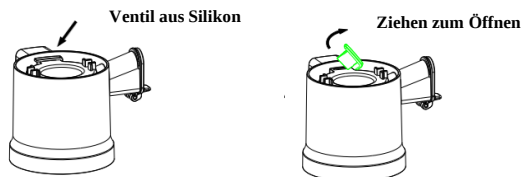

Abb. 11
3. Sollten sich Rückstände in der Öffnung des Ausgusses befinden, ziehen Sie bitte das Silikonventil heraus (siehe Abb. 11) und reinigen Sie es unter fließendem Wasser.